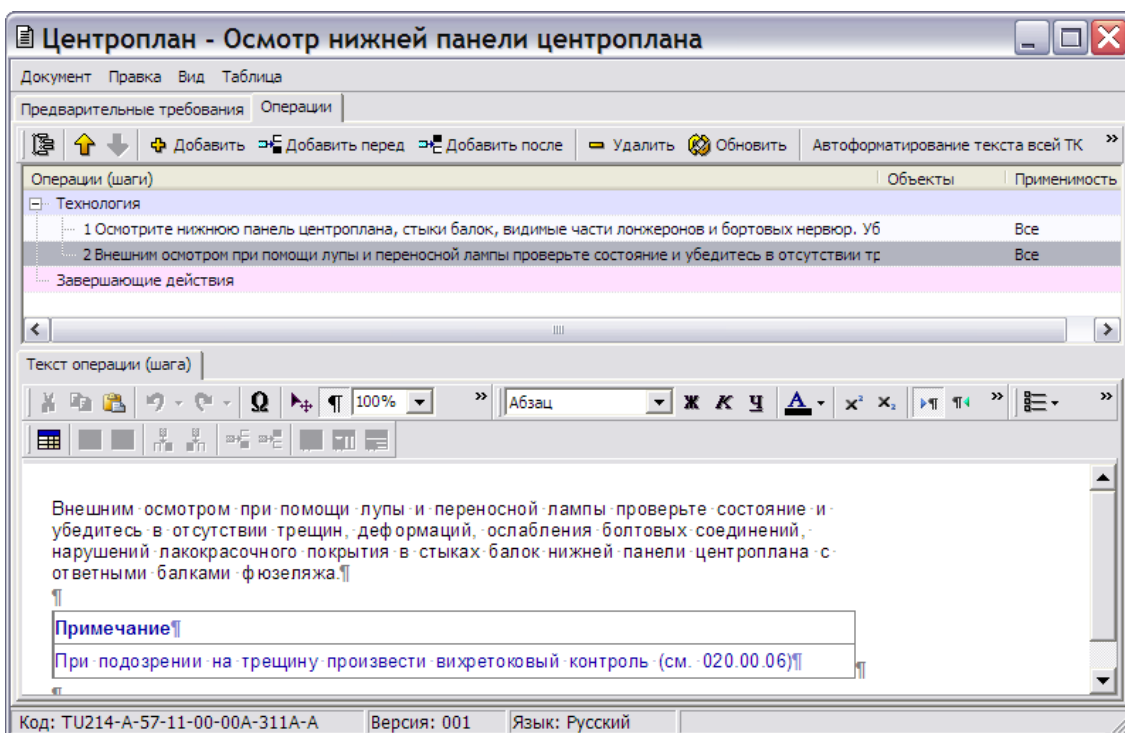
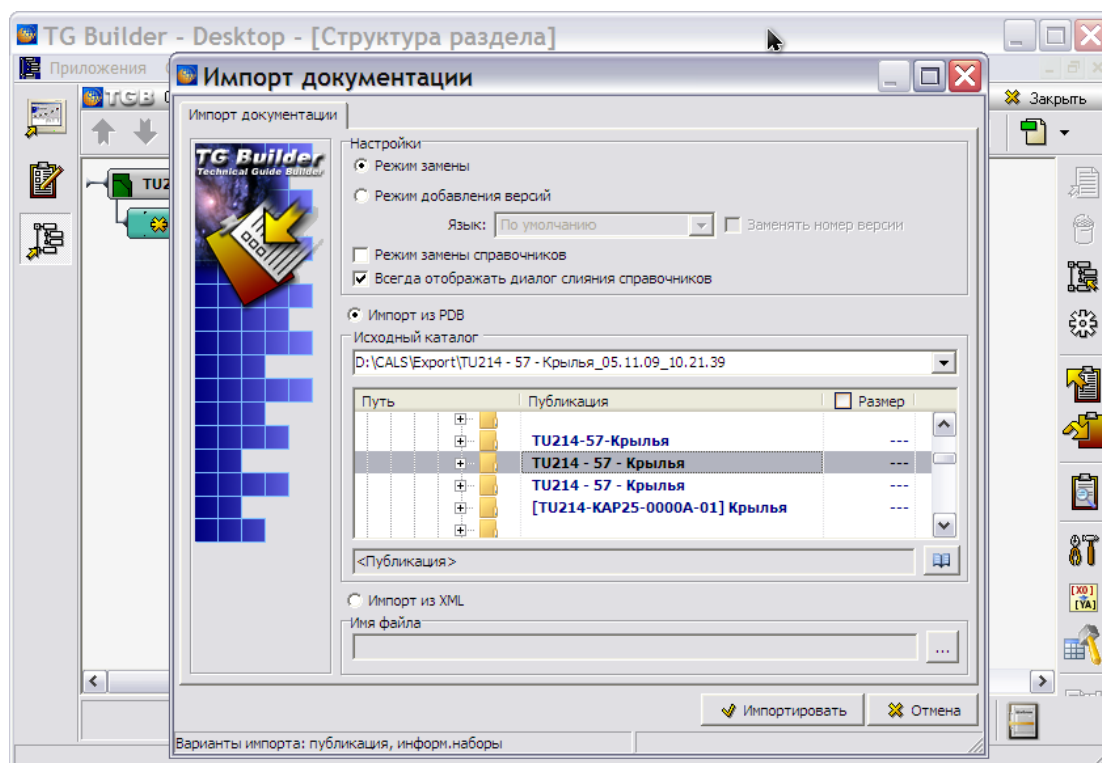

Рис. 24.6. Редактирование МД
Рис. 24.7. Импорт фрагмента документации
4. Раздайте сотрудникам задания на проведение работ по наполнению модулей данных содержимым (Рис. 24.6). Другой способ произвести наполнение содержимого МД, а также создать часть структуры проекта – произвести импорт данных (Рис. 24.7).